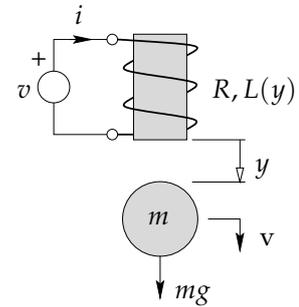

Figura 1: Suspensión magnética
1. La Figura 1 muestra un esquema de un sistema de suspensión magnética, en el que una bola de material metálico se suspende mediante un electroimán de corriente controlada por realimentación a través de una medición óptica de la posición de la bola.